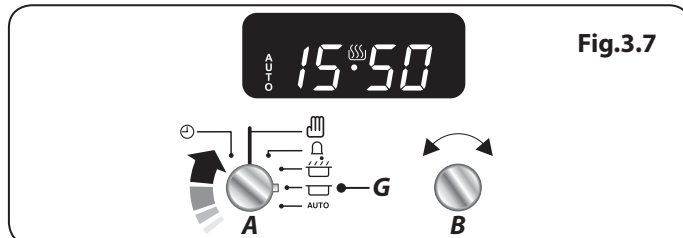

Fig.3.7
2. Tournez le bouton de la minuterie (A) sur le réglage Heure d'arrêt (G) (**Fig.3.7**). L'affichage indique alors l'heure actuelle plus le temps de cuisson que vous avez sélectionné.